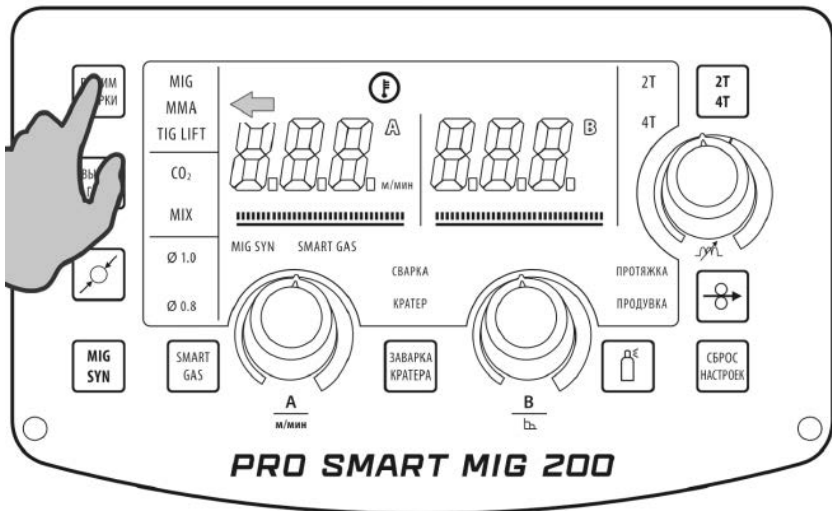

Рис. 10.1.1. Выбор способа сварки.
1. Перейдите в режим ММА (См. табл. 7.0.1, поз. 12) на передней панели сварочного аппарата (См. рис. 10.1.1).